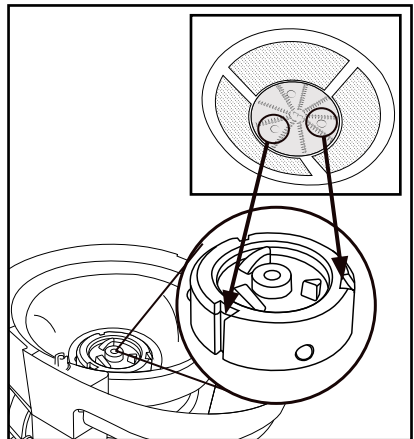

Bild 2
- 3) Sätt filtret **4** på drivaxeln **13**. Filtret **4** måste vändas åt rätt håll för att det ska fastna i rätt uttag på drivaxeln **13** (se bild 2). Titta på de 3 runda markeringarna mellan knivarna och styrskenorna/urtagen på drivaxeln **13** - de måste vändas mot varandra för att filtret ska kunna sättas in. Det ska höras att filtret **4** snäpper fast och det måste sitta fast ordentligt innan du fortsätter montera!